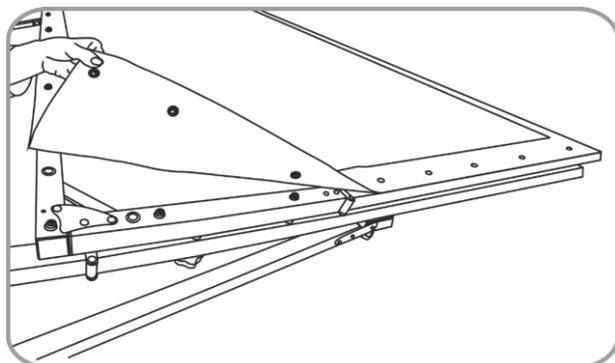
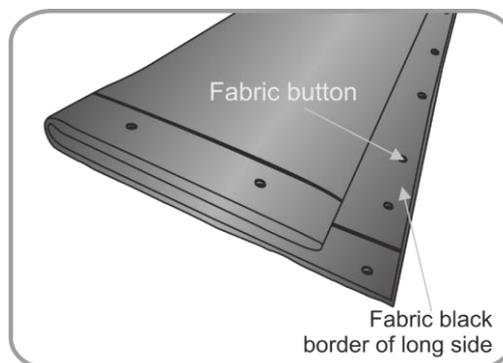
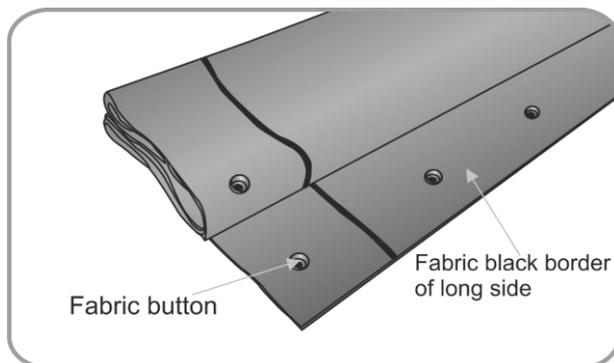
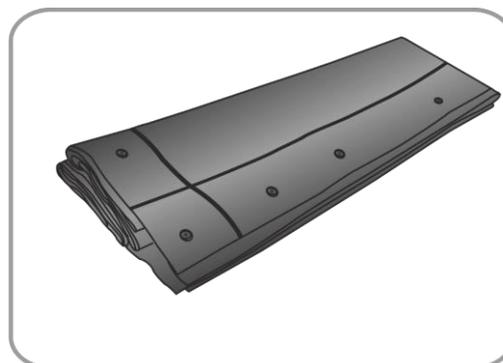

Fig. 15
Fig. 16
Fig. 17
Fig. 18
02) Togliere il tessuto dal telaio, rilasciando i bottoni (Fig. 15). Pulire il tessuto, ove necessario. Piegarlo a metà il tessuto sui lati corti (Fig. 16), e piegarlo nuovamente a metà (Fig. 17). Il tessuto da 100" dovrebbe essere piegato a metà 3 volte, mentre i tessuti da 120" e 150" dovrebbero essere piegati a metà 4 volte. Piegarlo a metà ancora una volta (Fig. 18). Lasciare il bordo nero scoperto, per evitare che si graffi. Non eseguire questo passaggio da soli. Sono necessari 2 tecnici.